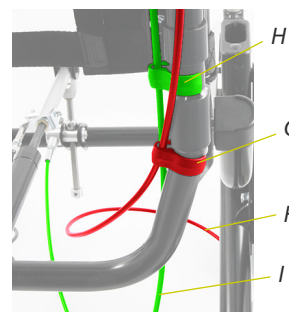

Bild 15
1. Ta av hjulet och skruva in hylsan (A) för längdjustering av vajern helt.
2. Lossa hylsan från plåten genom att släppa på muttern (C) helt och trä ur den ur slitsen.
3. Lossa vajerns ändhylsa från vridskivan (D).
4. Skruva loss vajerfästet (E) från körbygelknuten helt och trä därefter ur vajeränden ur bromshandtaget enligt bilderna nedan.
6. Bromsvajern (F, bild 15) fästs med en klammer (G) nedanför rygginfästningsplåten. Bild 15 visar även var klammern (H) för tilt-/ryggfällningsvajern (I) ska sitta och hur de båda vajrarna löper i förhållande till varandra. Om vinkelställbar körbygel används ska klamrarna byta plats med varandra. Bromsvajern ska även då löpa bakom tilt-/ryggfällningsvajern som i bild 15.